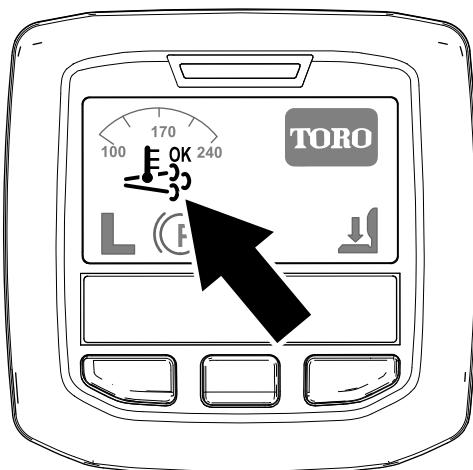

Bild 42
- Das Symbol für die unterstützte bzw. Rücksetzen-Regenerierung wird im InfoCenter angezeigt (Bild 42).